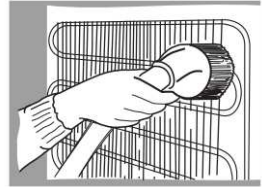

Abb. 11
- Zur Reinigung eine weiche trockene Bürste, elektrostatische Tücher oder Staubsauger benutzen (**Abb. 11**).